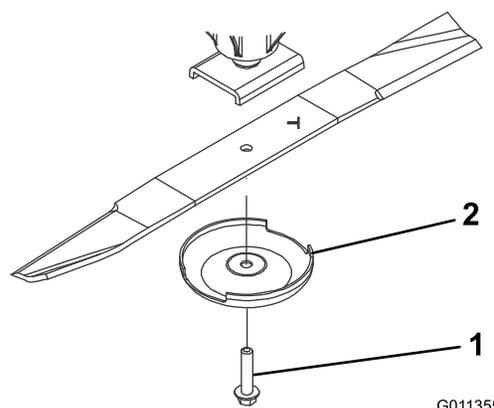

Figura 70
3. Segure a extremidade da lâmina utilizando um trapo ou uma luva grossa e retire o parafuso da lâmina, recipiente antidanos e a lâmina do veio do eixo (Figura 70).
4. Instale a lâmina, com a aba voltada para a plataforma de corte, com o recipiente antidanos e o parafuso da lâmina (Figura 70).